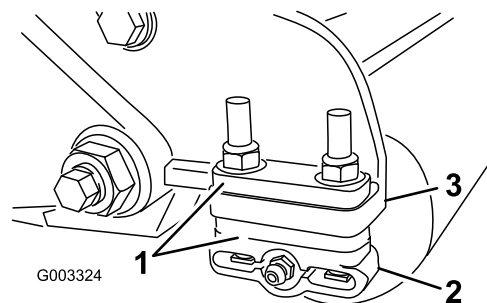

Рисунок 13
1. Отрегулируйте кронштейны заднего валика (**Рисунок 13**) на необходимый диапазон высоты скашивания путем установки необходимого количества проставок под монтажный фланец боковой пластины (**Рисунок 13**) в соответствии с таблицей высоты скашивания.